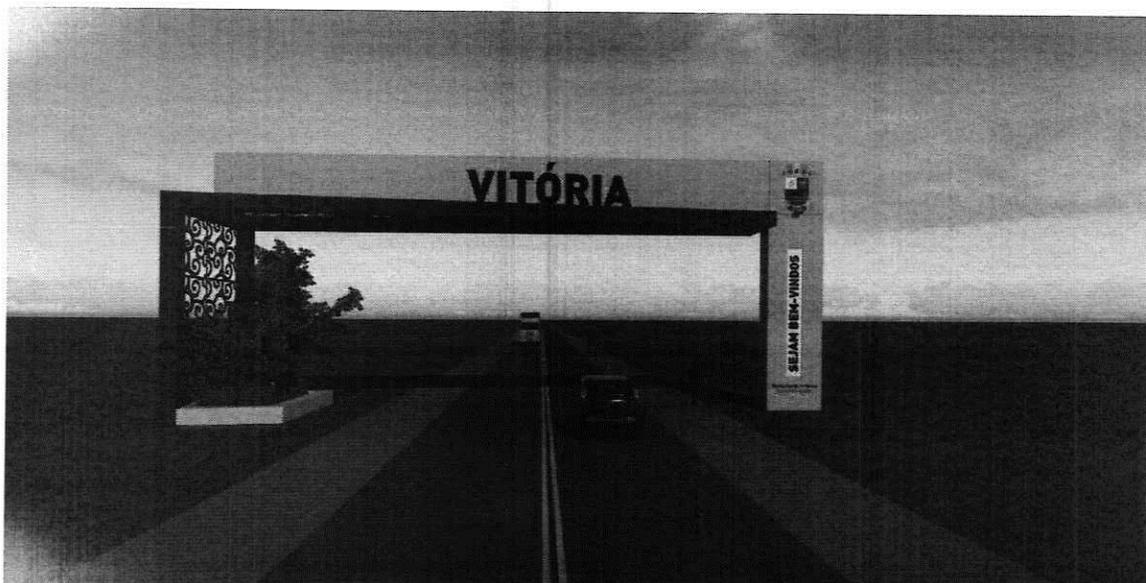

Figura 5 – Exemplo de personalização para a cidade de Vitória (ES)
Nesse sentido, a Figura 3 ilustra uma imagem do projeto-tipo do pórtico segundo a solução-padrão, enquanto a Figura 4 e a Figura 5 demonstram, respectivamente, o projeto customizado para as cidades de Belo Horizonte (MG) e Vitória (ES).